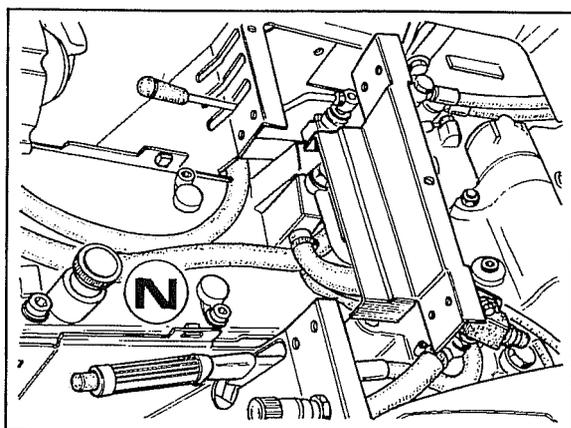

Fig. 3
- 3 Quitar la tapa cárter cambio **N** fig.3.